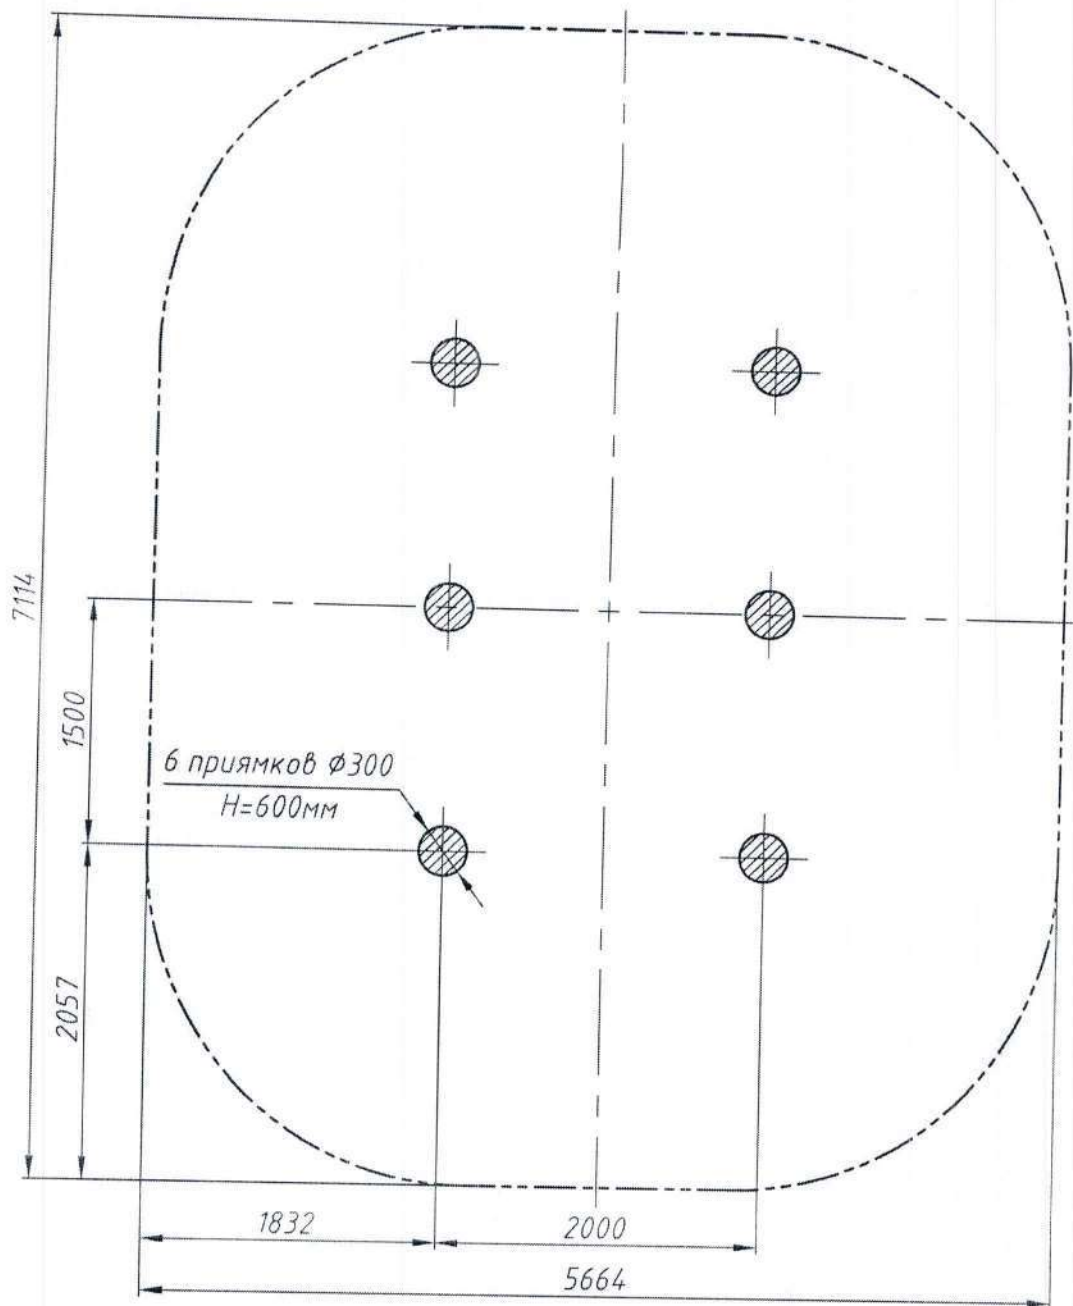

Рис.3 План фундамента Рукохода РТР 729А
12.6. Монтаж заключается в сборке составных узлов Рукохода с последующим бетонированием столбов в заранее подготовленные приямки. Фундаментные приямки выполняются в соответствии с планом фундамента (рис. 3).